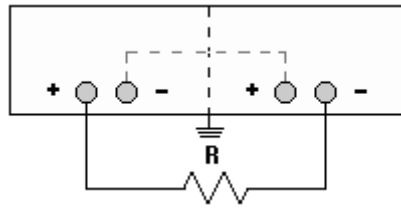

Figura 4 Fuente en modo serie
- Modo serie. Las dos fuentes se conectan en modo serie tal como muestra la Figura 4. Se consigue hasta el doble de voltaje de lo que genera cada fuente